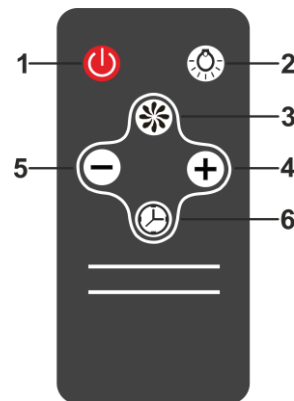

Рис.6
7.4 Управління витяжкою з допомогою дистанційного пульта (рис.6).
8.7 Для зняття алюмінієвого фільтра (рис.6) слід натиснути на пружинну засувку і, потягнувши на себе і вниз, зняти фільтр з панелі. Встановлення фільтра виконати в зворотному порядку.